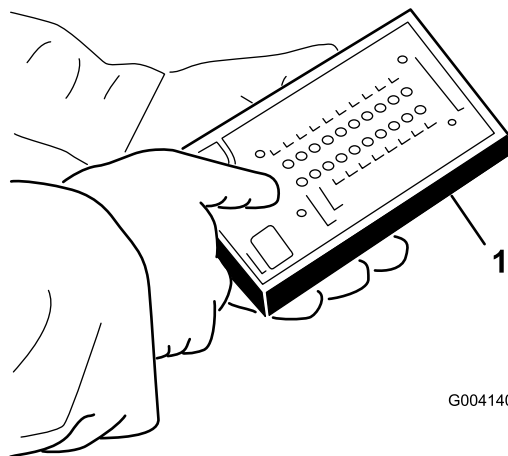

図 48
5. ハーネスのコネクタ（図 48）に ACE テスターを接続する。